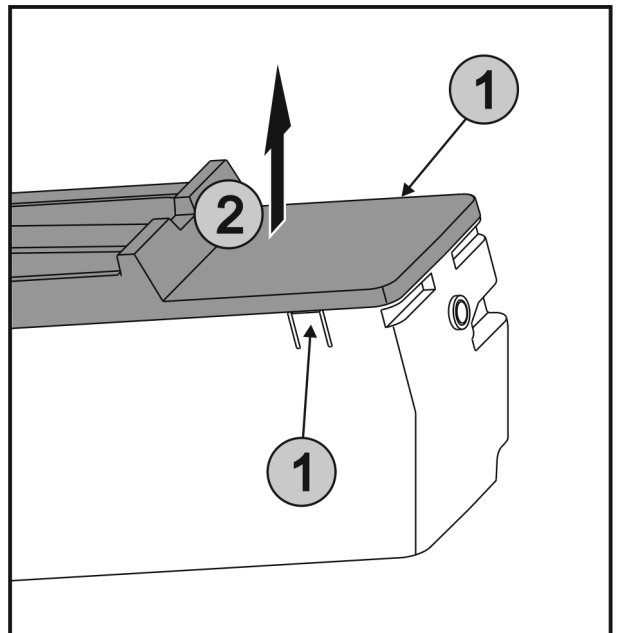

Fig. 68
- ▶ Appuyez simultanément sur les languettes Fig. 68 (1) des deux côtés de l'EasyTwist-Ice et retirez le couvercle Fig. 68 (2) vers le haut.